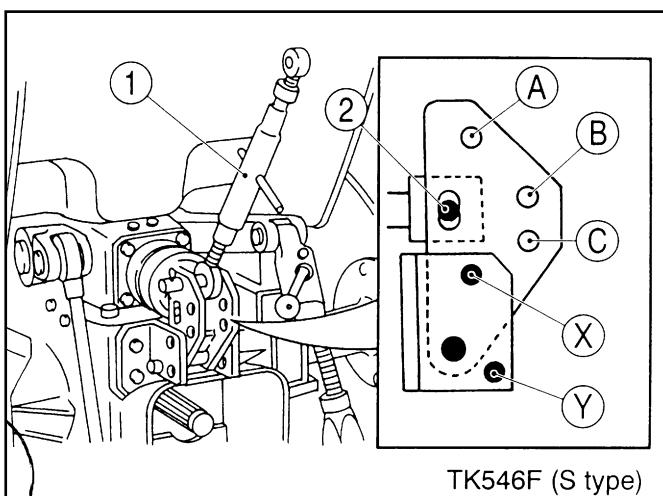
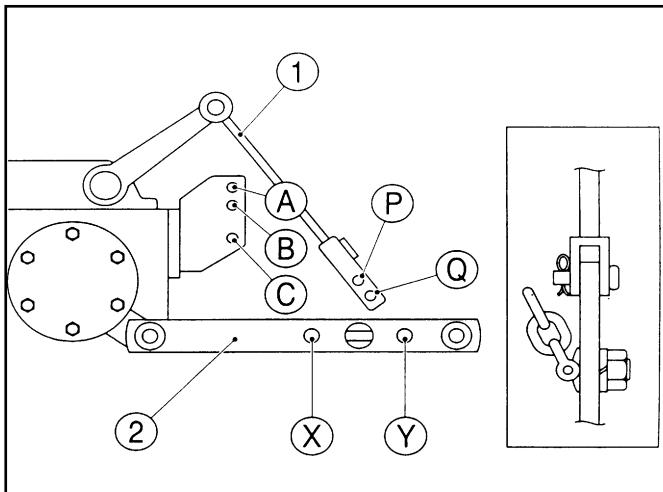

FIG. 57a / ABB. 57a / FIG. 57a
FIG. 57b / ABB. 57b / FIG. 57b
Pour la plupart des accessoires, la fixation du raccord supérieur (1) dans l'orifice central B dans la Fig. 57a pour les tracteurs de type S et dans l'orifice supérieur A pour les tracteurs de type P est satisfaisant, mais la position peut être changée pour augmenter la hauteur de l'accessoire durant le transport.
Les positions illustrées dans la Fig. 57a peuvent également être utilisées pour ajuster la sensibilité de traction sur les tracteurs de type S.
Für das meiste Anbaugerät ist das Anbringen der Anlenkstange (1) an der mittleren Bohrung B in Abb. 57a (für Typ S) bzw. der oberen Bohrung A in Abb. 57b (für Typ P) angemessen. Diese Position kann jedoch geändert werden, um einen höheren Hub für den Transport zu erzielen.
Die Positionen in Abb. 57a dienen beim Typ S auch zum Einstellen der Zugempfindlichkeit.
Voor de meeste werktuigen wordt de juiste stand bekomen door de bovenste stang (1) vast te maken in gat B in Fig. 57a voor het type S en in het bovenste gat A in Fig. 57b voor het type P. De stand kan echter worden veranderd om het werktuig in een hogere stand te plaatsen tijdens het rijden.
De standen in Fig. 57a worden eveneens gebruikt voor het regelen van de trekkracht bij het type S.
NOTE: Pour opérer en contrôle de traction, la goupille (2) doit être installée (comme illustré) et la goupille de blocage déposée de la position (X) et placée à la position (Y) (Fig. 57a).
La tige de relevage (1) et les tiges inférieures (2) comportent également de multiples positions. Normalement, le trou inférieur (Q) de chaque tige de relevage est fixé au trou avant (X) de la tige inférieure (Fig. 57b).
OPMERKING: Om te werken met trekkrachtregeling moet u pen (2) plaatsen (zoals getoond) en de borgpen wegnemen uit positie (X) en wegbergen op positie (Y) (Fig. 57a).
De hefstang (1) en de onderste hefarmen (2) hebben ook meerdere posities. Normaal gezien is de onderste opening (Q) in elke hefstang verbonden met de voorste opening (X) in de onderste hefstang (Fig. 57b).